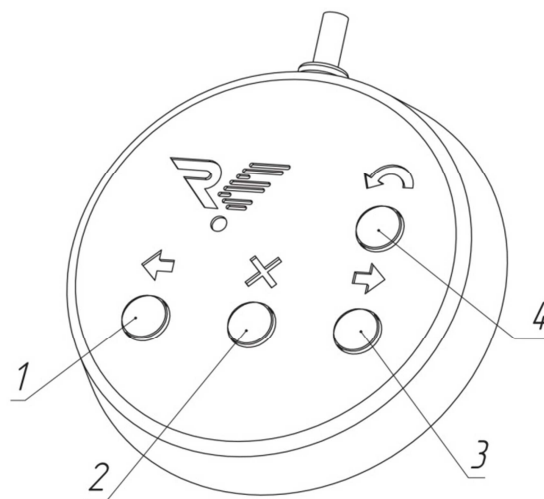
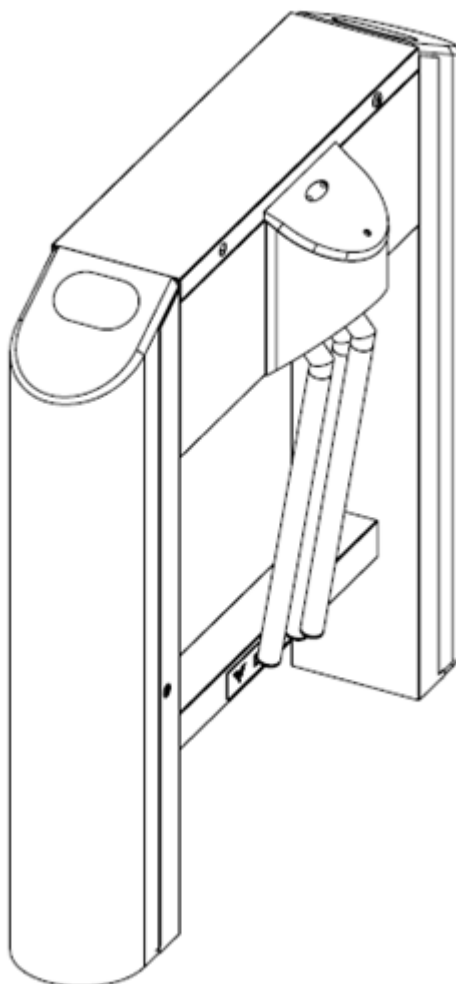

Рис. 2
Рис. 3
3.1. Нажмите на пульте управления кнопку 4 (рис. 2) и сложите преграждающие планки. Результат изображен на (рис. 3).